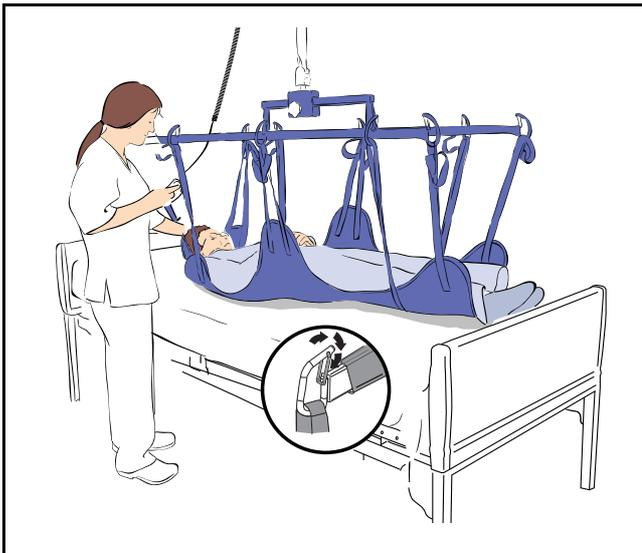

Fig. 13
- 5) Sujete con seguridad todos los bucles del arnés (consulte la Fig. 13).
ADVERTENCIA: al acoplar un arnés de bucles al bastidor de camilla ajustable, asegúrese de que los bucles estén bien colocados y de que los pestillos estén cerrando los ganchos, como se muestra en la Fig. 13.